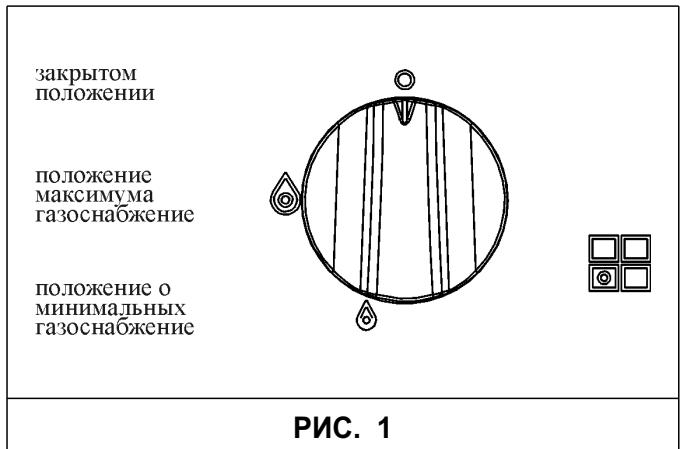

РИС. 1
- **розжиг конфорок с предохранительной термопарой (системой "газ-контроль") можно произвести только если ручка установлена в положение Максимум (большое пламя рис. 1 - 1/A).**